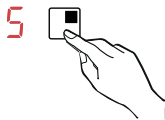

Fig. 2
- Selecione a zona de cozimento desejada. Quando cada zona é selecionada, automaticamente é definida potência 5 (Fig. 2).